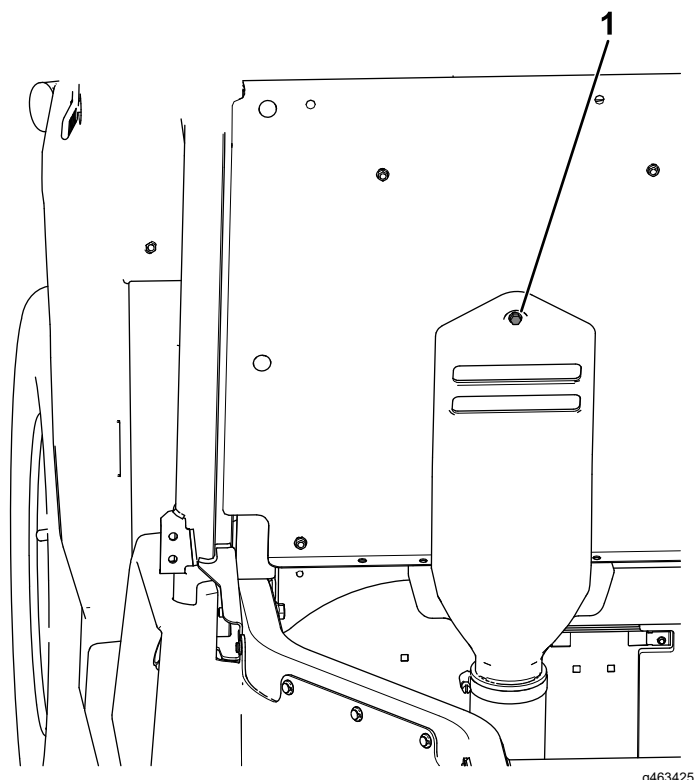

Figure 24
- B. Insérez le boulon captif fixé au capot d'admission CVT dans le trou du panneau de siège indiqué (Figure 24).